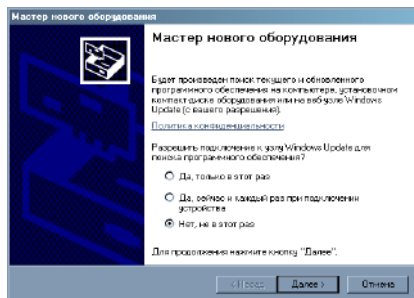

Рисунок 5
3.5.7 Операционная система найдет новое оборудование, запустит «Мастер нового оборудования» и попросит указать вариант поиска драйверов в появившемся окне (рисунок 5) следует выбрать «Нет, не в этот раз» и нажать кнопку «Далее».